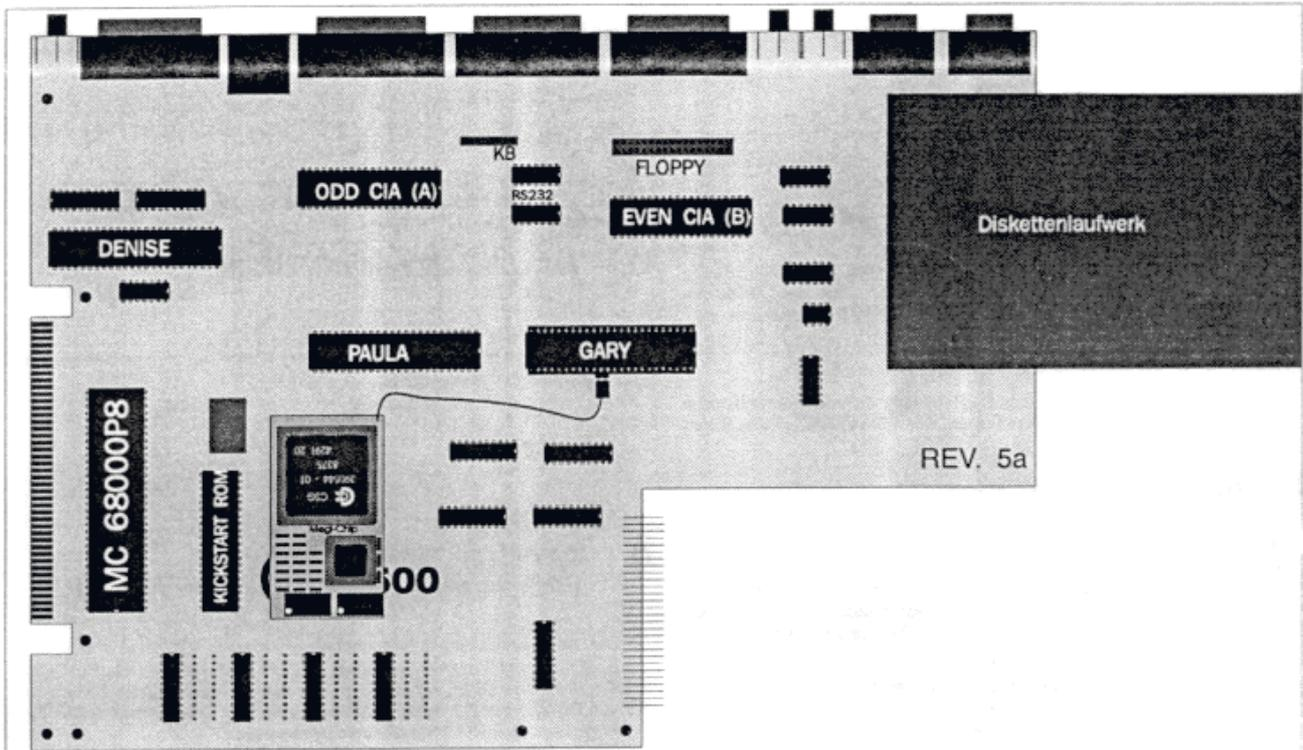
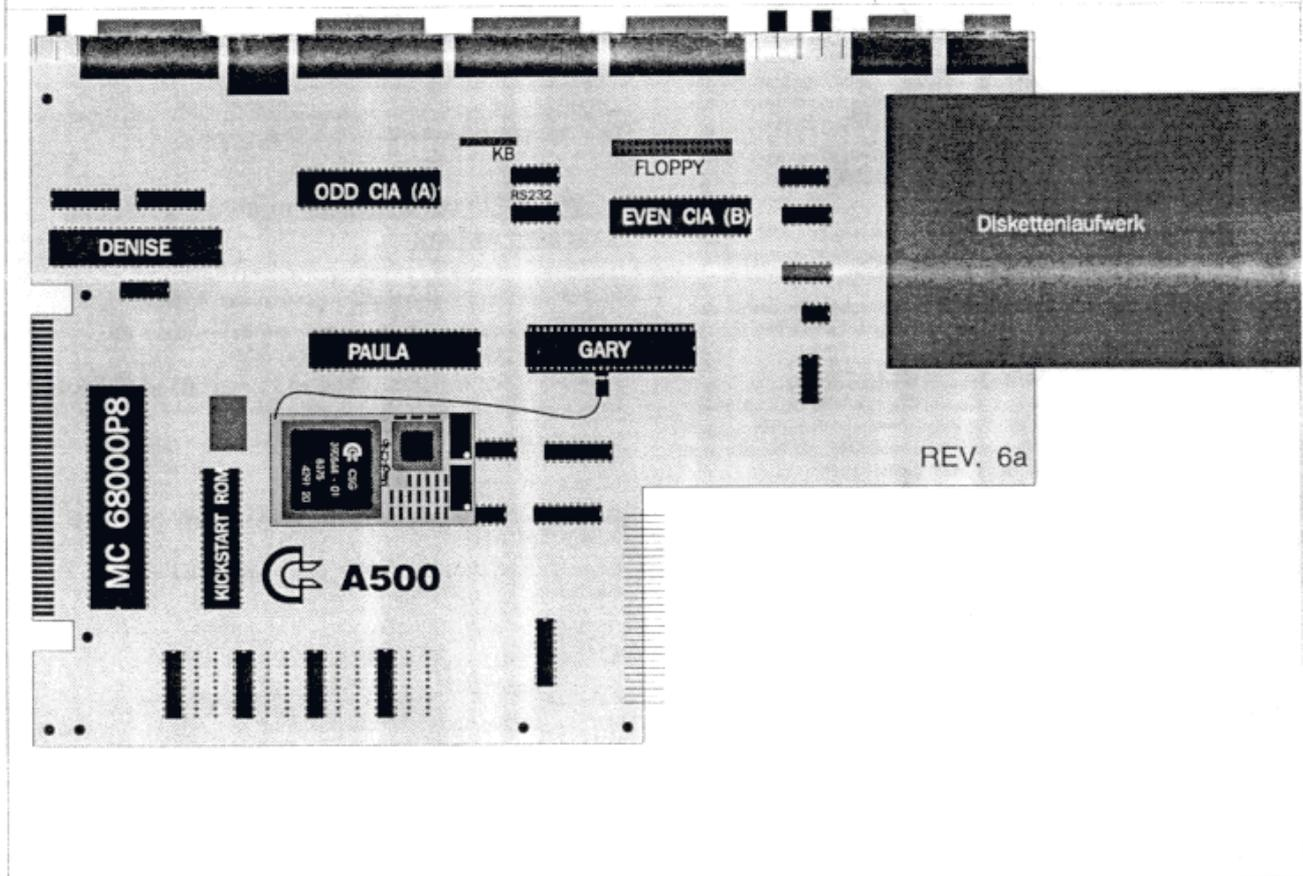

Abb. 4
Abb. 5
- Stecken Sie den Megi-Chip in den freien Fat Agnus-Sockel auf dem A 500 Motherboard (A500 Rev. 3 bis Rev. 5 siehe Abb 4; A500 Rev. 6 und Rev. 7 siehe Abb. 5).
- Setzen Sie den mitgelieferten IC-Sockel in den freien Gary-Sockel. Die Richtung entnehmen Sie bitte für A500 Rev. 3 bis Rev. 5 der Abb. 4 und für A500 Rev. 6 und Rev. 7 der Abb. 5.
- Jetzt den Gary-Chip in den Sockel auf der Gary-Adapterplatine setzen. Die beiden Stifte an dem Sockel müssen in Richtung Expansionsstecker weisen (siehe Abb. 4 bzw. 5)
- Verbinden Sie mittels des Kabels die Gary-Platine mit der Speichererweiterung (siehe Abb. 4 bzw. 5)